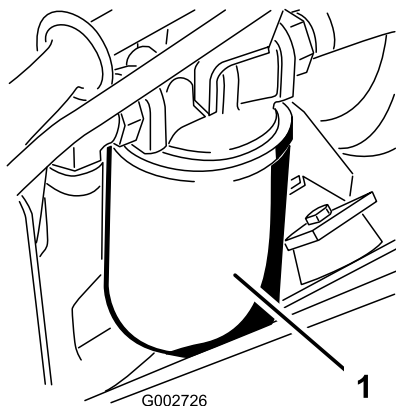

Figure 39
3. Placez un bac de vidange sous le filtre à huile hydraulique situé du côté gauche de la machine (Figure 39).